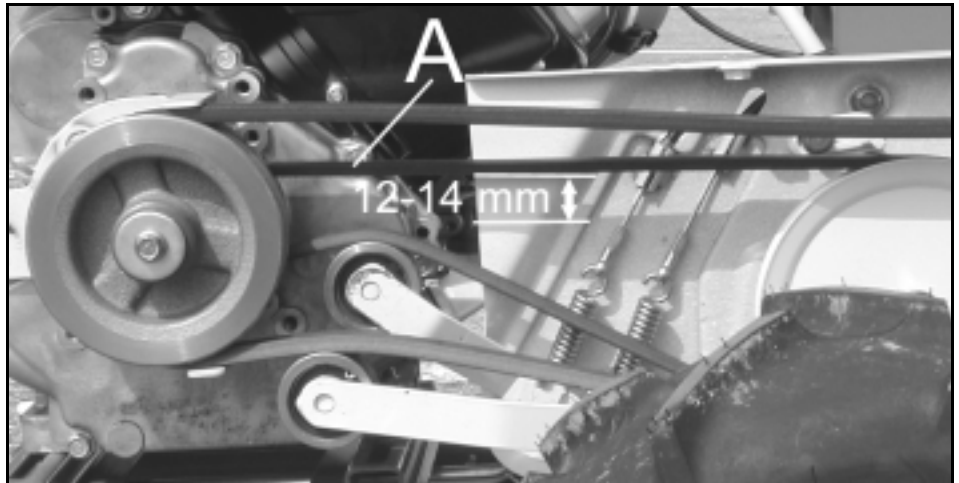

Figure 22
- Quand vous appuyer sur cette courroie avec un doigt (figure 22, repère A) la flèche doit être comprise entre 12 et 14 mm (figure 22). Si tel n'est pas le cas, modifier la tension du câble de commande de la transmission. Reportez-vous au chapitre « **Tension du câble commandant la transmission** » page 21.